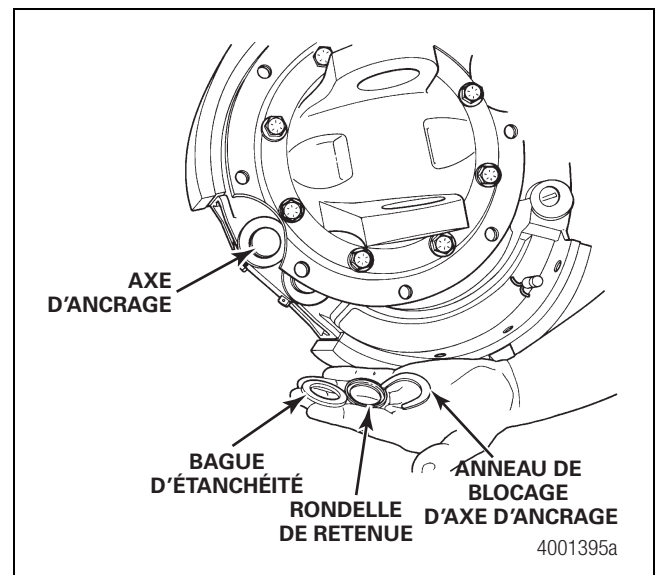

Figure 5.25
7. Installer les bagues d'étanchéité et les rondelles de retenue de bague d'étanchéité sur les axes d'ancrage. Poser l'anneau élastique. Figure 5.25.